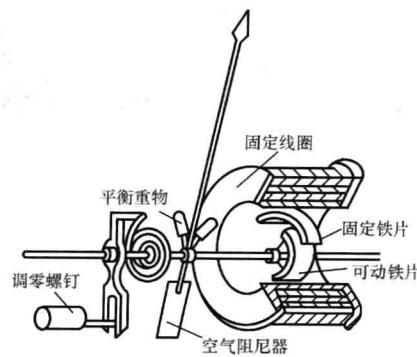

图 1-3 电磁式仪表测量机构
(1) 结构。电磁式仪表的测量机构如图 1-3 所示，主要由固定线圈和可动铁片组成，可动铁片与转轴固定在一起，转动轴由指针、游丝与零位调节器组成。
(2) 工作原理。当线圈内有被测电流通过时，线圈电流的磁场使两块铁片同时磁化，且获得同极性而互相排斥。固定铁片推动可动铁片运动，可动铁片通过传动轴带动指针偏转。被测量越大，指针偏转